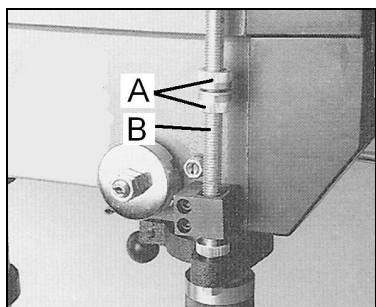

Fig 9
Positionner les écrous de serrage (A, Fig. 9) de la butée de profondeur (B) à l'arrêt.